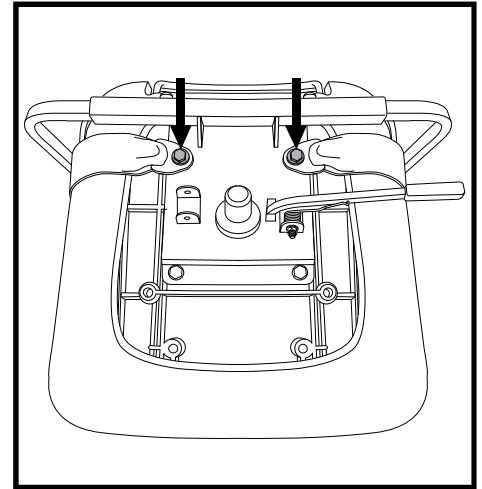

Abb. 32. Befestigungsschrauben des Rückhalteturses
2. Sitz umdrehen, um die Unterseite einzusehen. **Siehe Abb. 32.**